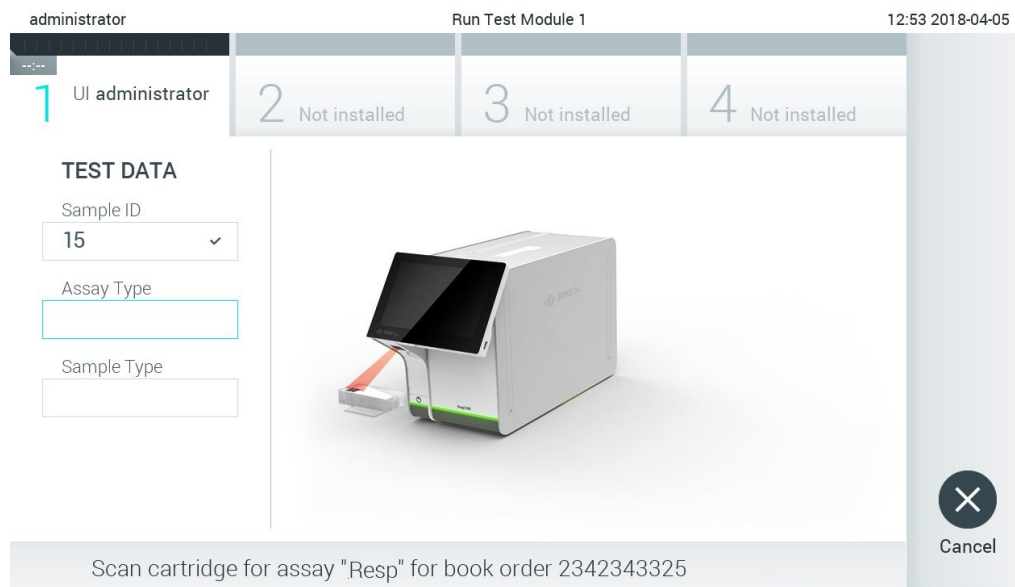

Figura 77. Lendo o código de barras do cartucho de ensaio QIAstat-Dx.
- Quando o pedido de teste for recuperado com êxito do host, o texto "Scan cartridge for assay <assay_name> and book order <order_number>" (Verificar cartucho para ensaio <assay_name> e pedido em registro <order_number>) será exibido. Leia o código de barras do cartucho de ensaio QIAstat-Dx especificado (Figura 77).